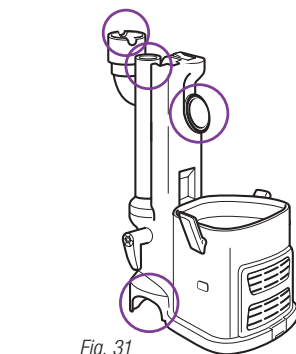

Fig. 31
- Saque el recipiente de la tierra y el tubo de extensión y separe la portátil *Lift-Away®* del cepillo eléctrico. Revise que no haya ninguna obstrucción en las 4 aberturas. (Fig. 31)